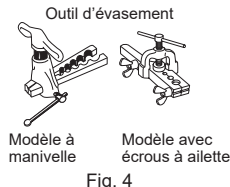

Fig. 4
- Travaux d'évasement (Fig. 4, 5). Tenez fermement le tuyau de cuivre dans la dimension indiquée dans le tableau. Sélectionnez A mm dans le tableau suivant l'outil que vous utilisez.